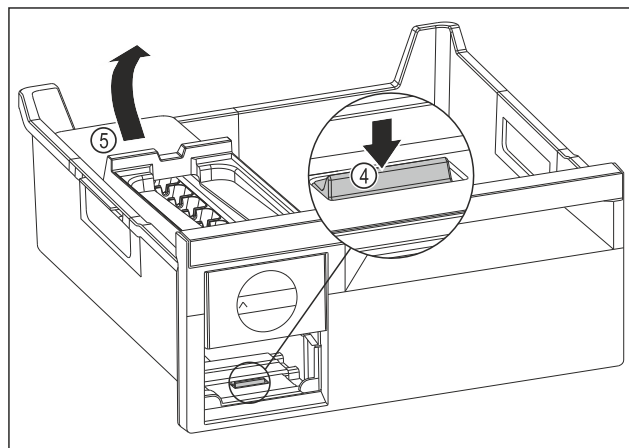

Fig. 78
- ▶ Извлеките корпус EasyTwist-Ice: Надавите пальцем вниз на накладку Fig. 78 (4) и одновременно другой рукой поднимите корпус EasyTwist-Ice Fig. 78 (5) сзади.